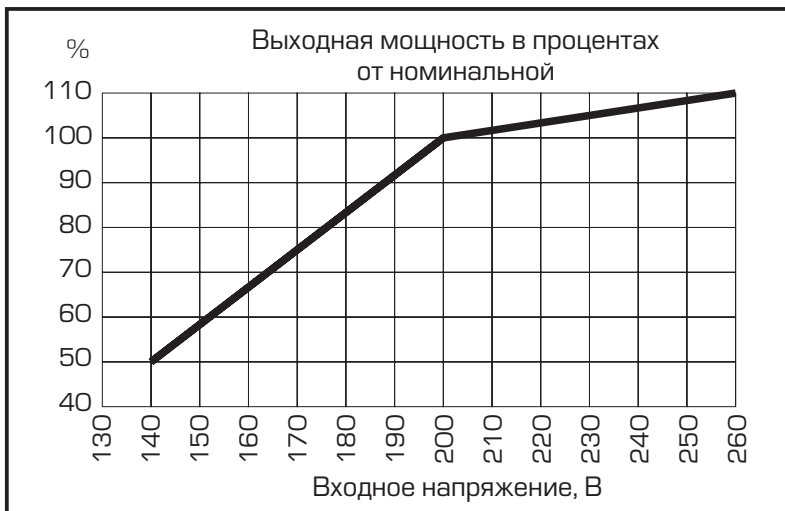

рис.1
*Расчет мощности произведен для работы стабилизатора при входном напряжении от 200 В. Если напряжение ниже 200 В, необходимо учитывать поправку согласно рис. 1.